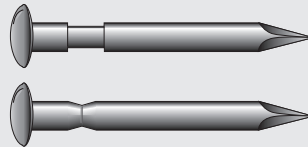

Fig. 1
1. Clamp drill in padded vice (**Fig. 1**). Follow drill manufacturer's safety recommendations.
1. Fixer une perceuse dans un rembourré vice (Fig. 1). Les consignes du fabricant de perceuse suivre.